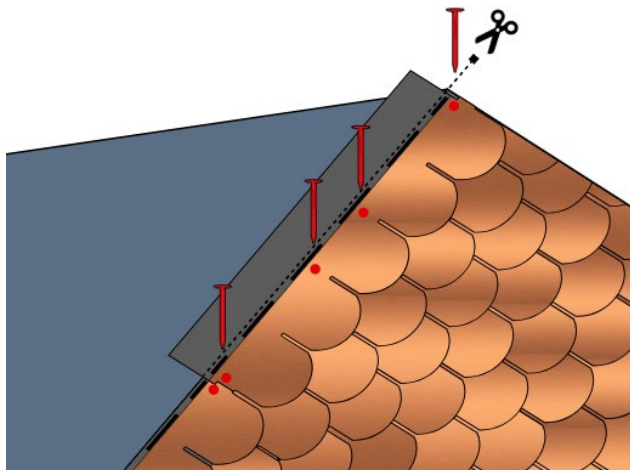

Fig. 9 - Posa delle tegole al colmo
- L'ultima fila di tegole bituminose dovrà sporgere oltre la linea di colmo; la parte eccedente verrà tagliata in corrispondenza della linea di colmo - Fig. 9.